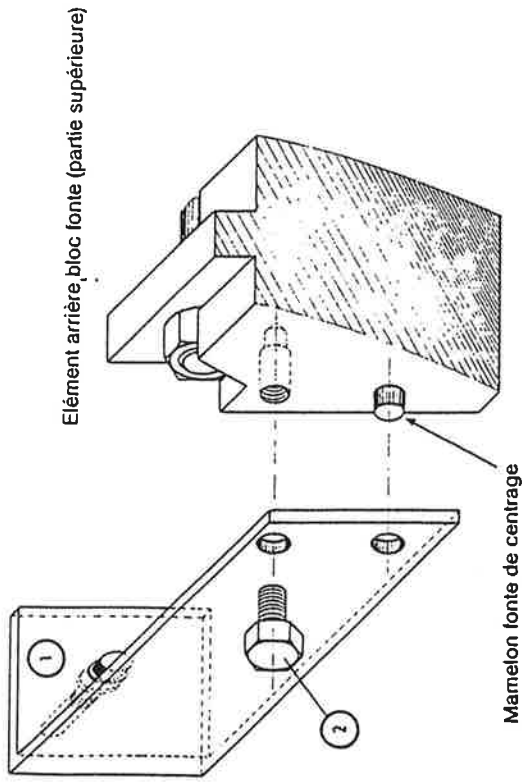

Fig. 11
D. PLACEMENT DES ÉQUERRES ARRIÈRE: Réf. Fig. 11
- a. Positionner l'équerre arrière (1) sur le bloc fonte (élément arrière) comme indiqué figure ci-dessous.